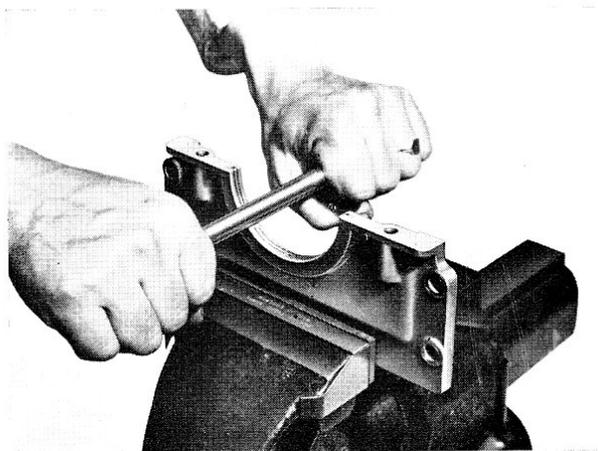

Fig. 23
- 4° Après dégagement de l'outil-service TR 11 F, remonter la poulie de vilebrequin en ayant soin de placer en regard le repère poinçonné sur la poulie et le trait gravé sur la tranche AV du vilebrequin (fig. 23).